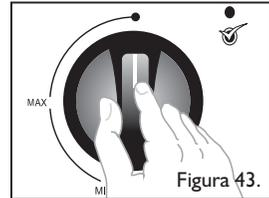

Figura 43.
- Las perillas se deben encontrar siempre en posición de APAGADO (Ver figura 43).